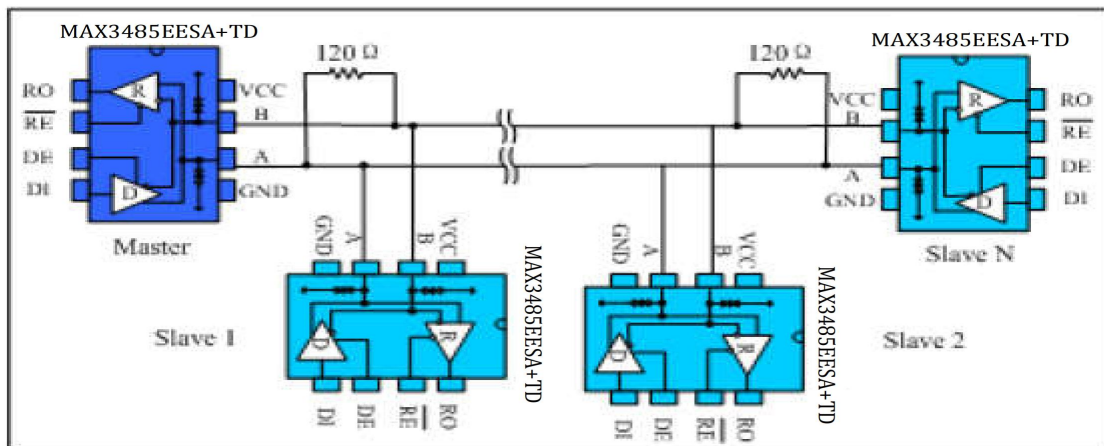

图 9 总线式 RS485 半双工通讯网络
4.1 总线式组网：MAX3485EESA+TD RS485 收发器设计用于多点总线传输线上的双向数据通信。图 9 显示了典型网络应用电路。这些器件也能用作电缆长于 4000 英尺的线性转发器，为减小反射，应当在传输线两端以其特性阻抗进行终端匹配，主干线以外的分支连线长度应尽可能短。